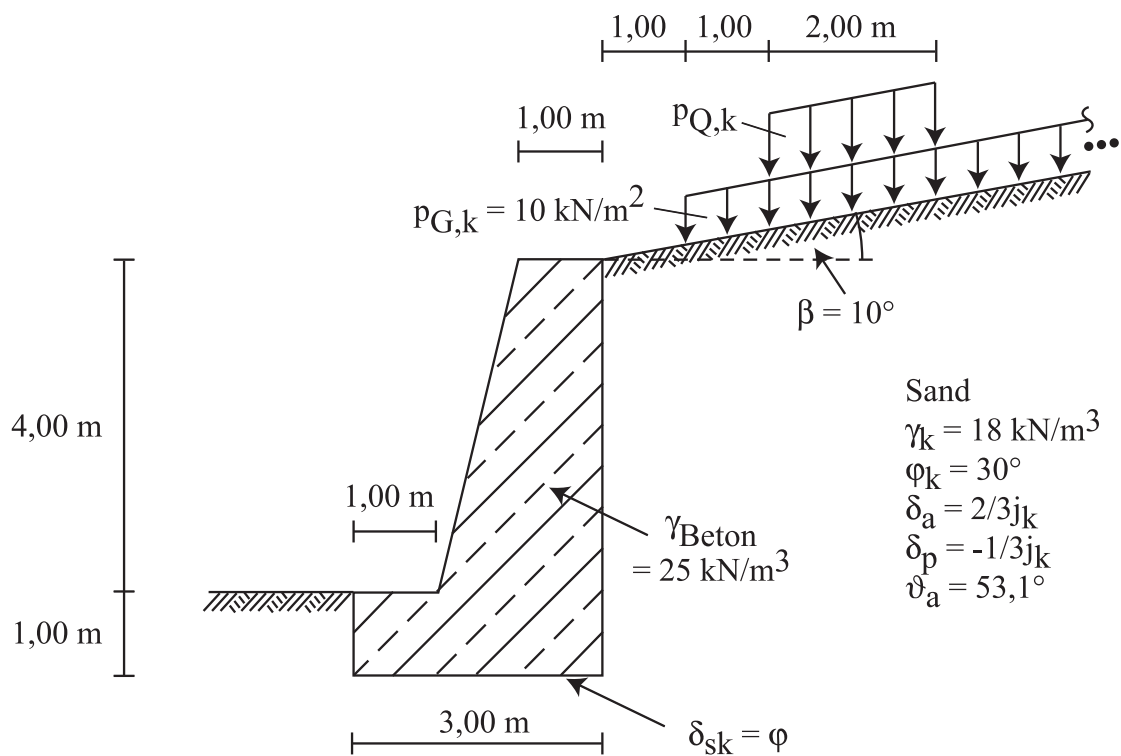

Abbildung 5.1: Schwergewichtsmauer
Bestimmen Sie für die in Abbildung 5.1 dargestellte Schwergewichtsmauer die zulässige charakteristische Verkehrslast  $p_{Q,k}$  aus dem Nachweis der Gleitsicherheit.
- Beachten Sie, dass der aktive Gleitflächenwinkel  $\vartheta_a$  in Abbildung 5.1 bereits angegeben ist.